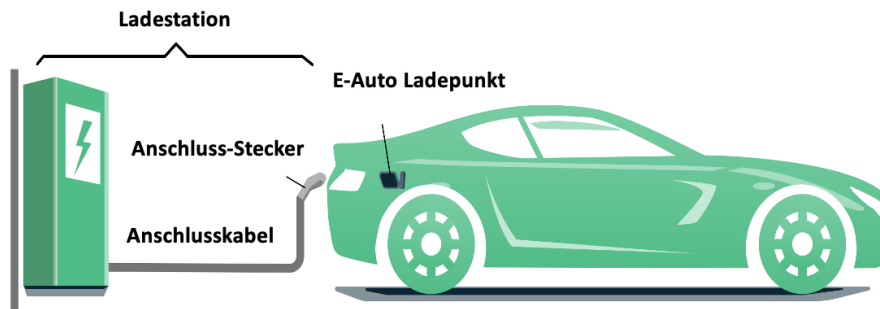

Abbildung 1 - Schematische Zeichnung der CASE C Verbindung
- Der IEC 61851-1:2019 folgend, ermöglicht der DaheimLader Touch 11kW / 22kW Ladestation eine Ladeverbindung gemäß Case-B (flexibel an Ladestation ansteckbares Kabel) oder Case-C (fest mit Ladestation verbundenes Ladekabel) - (siehe Abbildung 1).